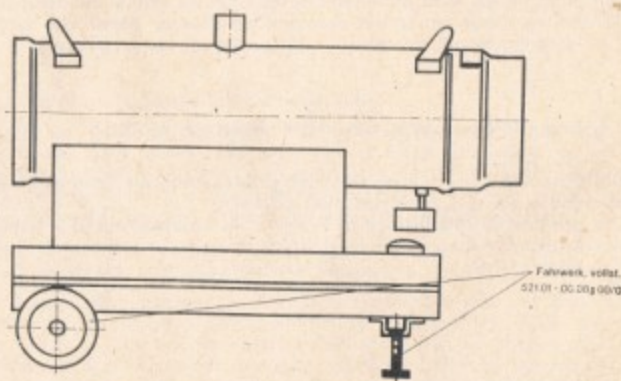

Abb. 5
7.5. Nachrüsten des Heizgerätes mit Fahrwerk und Stütze (s. Abb. 5)